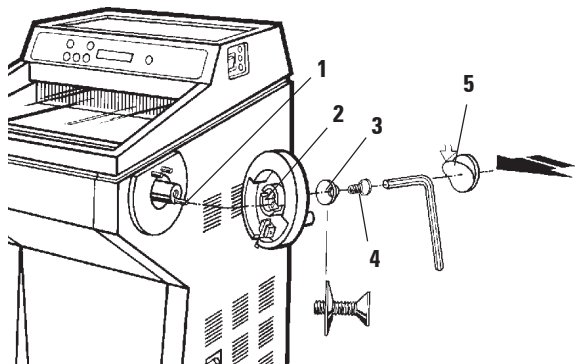

Fig. 5
- Introduisez l'axe (1) dans le trou (2) du volant.
- Posez la rondelle bombée (3) sur la vis (4), comme indiqué à la Fig. 5.
- Serrez la vis (4) à l'aide d'une clé Allen de 5 mm.
- Poser la plaque (5) (autocollante).